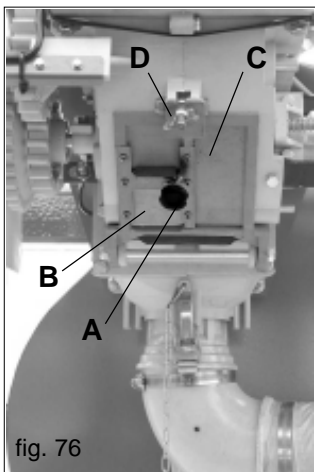

fig. 76
- a) apporre un sacco od un contenitore sotto la porta di scarico dell'apparecchio dosatore, quindi svitare il pomello (A Fig. 76) per scaricare dalla porticina (B) il contenuto della tramoggia. Infine aprire la porta di scarico (C Fig. 76) svitando il dado ad alette (D Fig. 76) per svuotare il rimanente contenuto del solo dosatore;